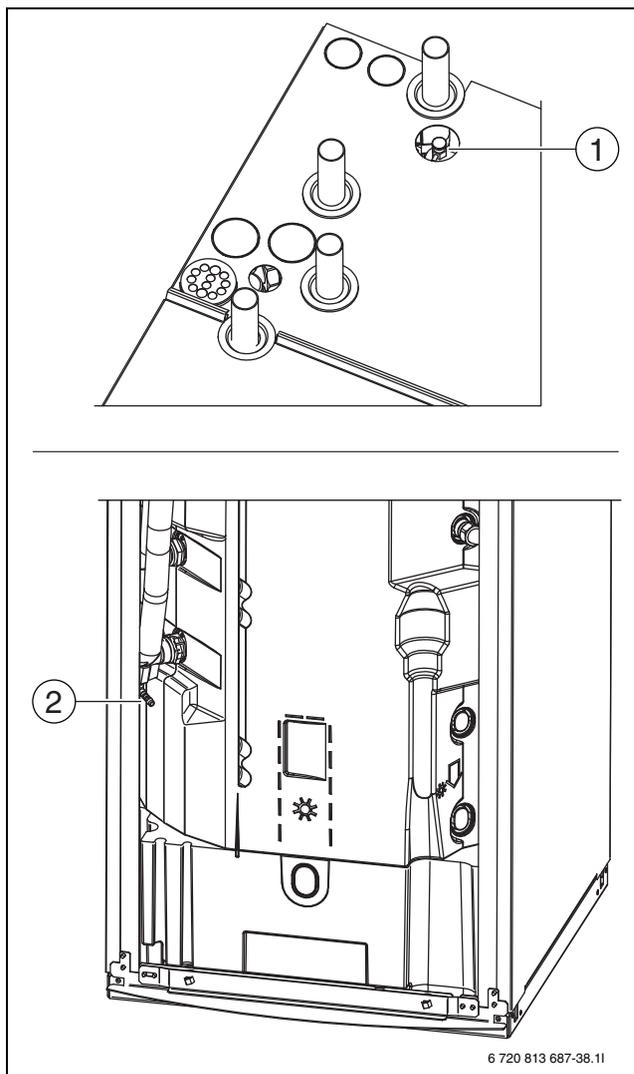

Рис. 21 Точки удаления воздуха
4. Откройте винт выпуска воздуха сверху на тепловом насосе (→ [1] рис. 21) и оставьте открытым, пока не будет вытекать только вода из сливного шланга. Закройте винт выпуска воздуха.
6. Подсоедините небольшую трубку или держите подходящую ёмкость у ниппеля сливного крана (→ [2] рис. 21).